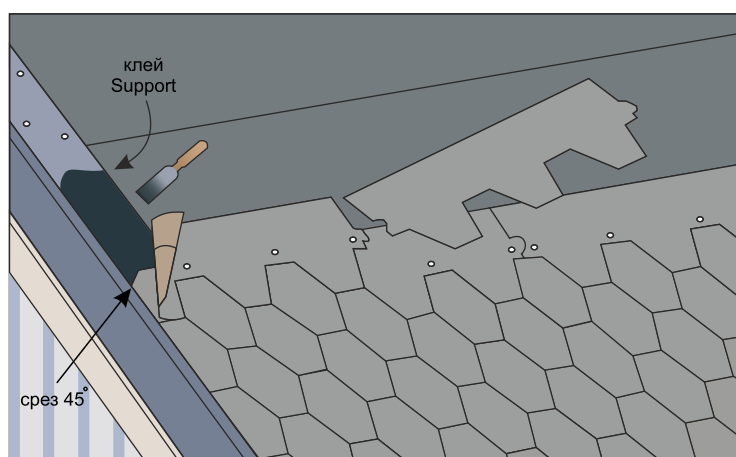

Рис. 24
- На торцах гонты обрезаются вдоль линии бортика торцевой планки с отступом минимум 20мм, края гонта приклеиваются к металлической карнизной планке клеем Support. Верхний угол края гонта, приходящего встык к торцевой планке, следует обрезать под углом 45 градусов (рис.24);